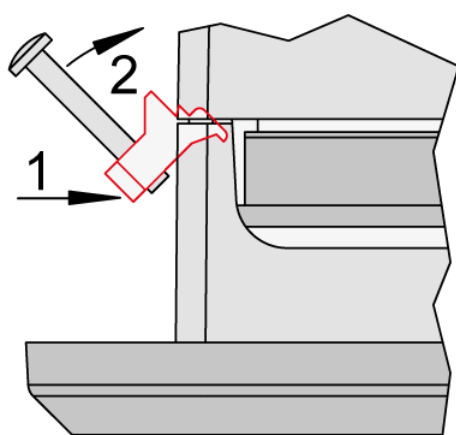

Рис. 13: Присоедините зажимные вставки
5. Установите зажимные вставки на место, повернув их под углом 45° . (Рис. 13/1) Поместите кончик вставки в отверстие на боку корпуса. (Рис. 13/2) Поднимите зажимную вставку так, чтобы она находилась параллельно панели управления.